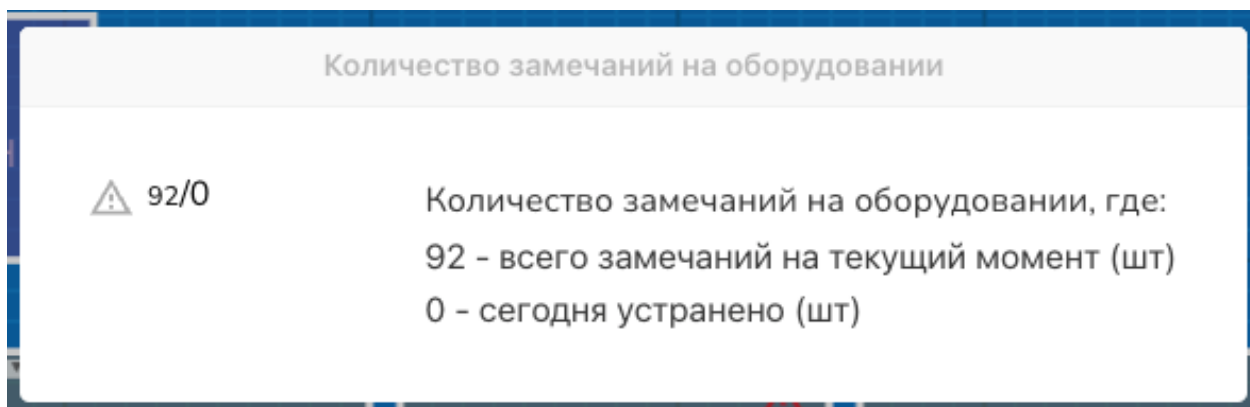

Рисунок 106 – Всплывающее окно «Количество замечаний на оборудовании»
– Количество замечаний на оборудовании (Рисунок 106) – количество активных замечаний на оборудовании, **которое участвует в данном ремонте**, на текущий момент,